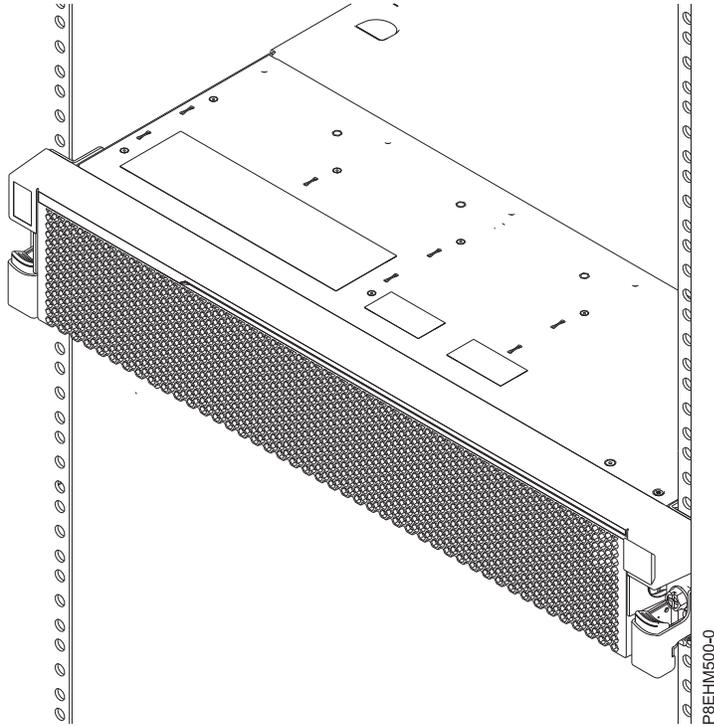

Figura 20. Servidor instalado en el bastidor
6. Coloque la cubierta frontal en la parte frontal del sistema. Consulte Figura 20 en la página 17.